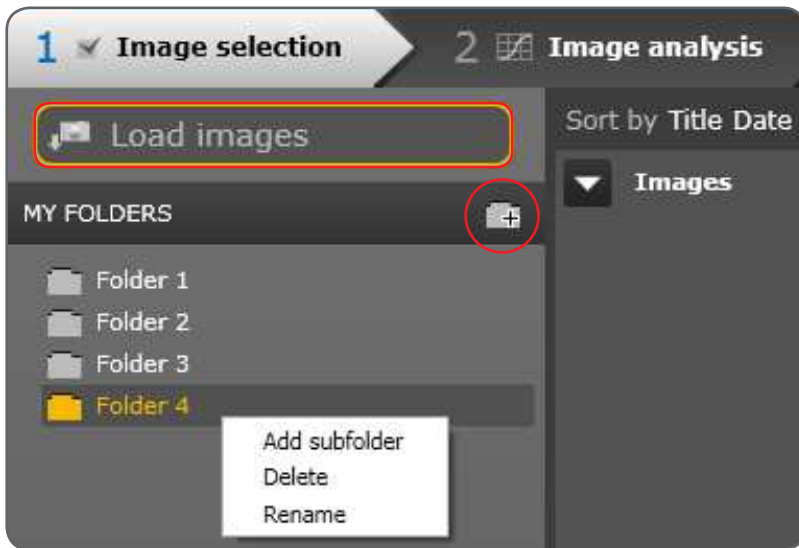

Abbildung 6 Hinzufügen eines Unterverzeichnisses
- Klicken Sie auf die rot eingekreiste Schaltfläche in Abbildung 6, um einen Ordner hinzuzufügen.
Bilder können durch Anklicken der Schaltfläche “Bilder laden” geladen werden (in Abbildung 6 rot hervorgehoben).